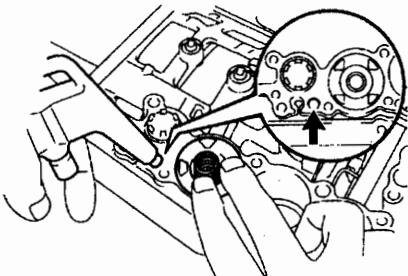

图 12-1-5
- (20) 如图 12-1-5 所示，将压缩空气吹入油孔内，拆下 C3 蓄能器活塞和两个弹簧，并从活塞上拆下两个 O 形圈。